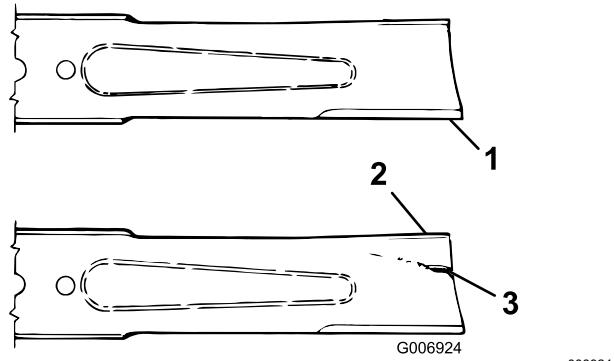

Рисунок 15
- Осторожно проверьте режущие кромки ножей, особенно в точке соединения плоской и изогнутой частей ножа (Рисунок 15). Проверяйте ножи перед эксплуатацией машины, поскольку песок и абразивный материал могут стачивать металл между плоской и изогнутой частями ножа. При обнаружении износа (Рисунок 15) замените нож; см. раздел «Снятие режущего ножа».
**Если вы допустите износ ножа, то между полотном и плоской частью ножа образуется бороздка (Рисунок 15). Часть ножа может случайно отломиться и вылететь из-под корпуса, возможно, нанеся тяжелую травму оператору или находящимся рядом людям.**